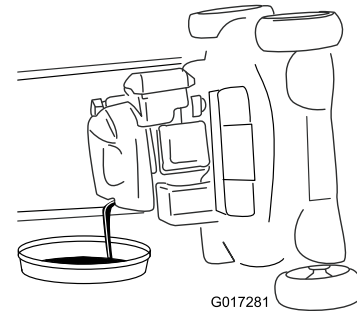

Figura 31
6. Togliete l'asta di livello e lasciate defluire l'olio esausto nell'apposita bacinella (Figura 31).